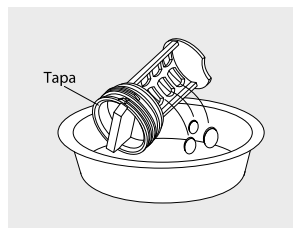

Figura 32
- Limpie el filtro de desagüe y quite los objetos extraños. (Figura 32)